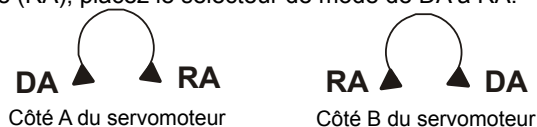

Figure 10 : Sélection du mode de commande
Les servomoteurs ont un commutateur externe de sélection pour inverser la commande. Il est accessible des deux côtés du servomoteur comme illustré sur la figure 10. Les actionneurs sont livrés en mode d'action directe (DA). Pour passer en mode inverse (RA), placez le sélecteur de mode de DA à RA.